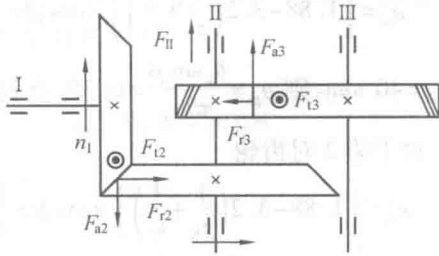

图 4.4
【解】 (1) 计算轴 II 上轴向力 F_H 的大小。设轴 II 上圆锥齿轮的轴向力为 F_{a2} ;轴 II 上斜齿轮轴向力为 F_{a3} 。并按法则可判断出两轴向力方向相反,如图 4.4 所示。
轴向力 F_H 的方向与 F_{a3} 同向,如图 4.4 所示。